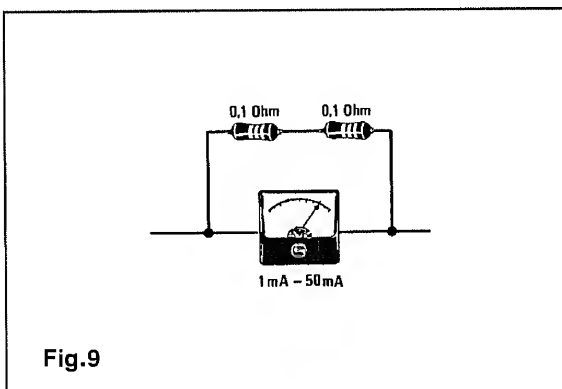

Fig.9
**9 = Calcolare** il valore della resistenza che occorre mettere in **parallelo** ad uno strumento da **1 milliAmper**, per trasformarlo in un **amperometro** in grado di leggere **500 milliAmper** fondo scala (vedi fig.9).